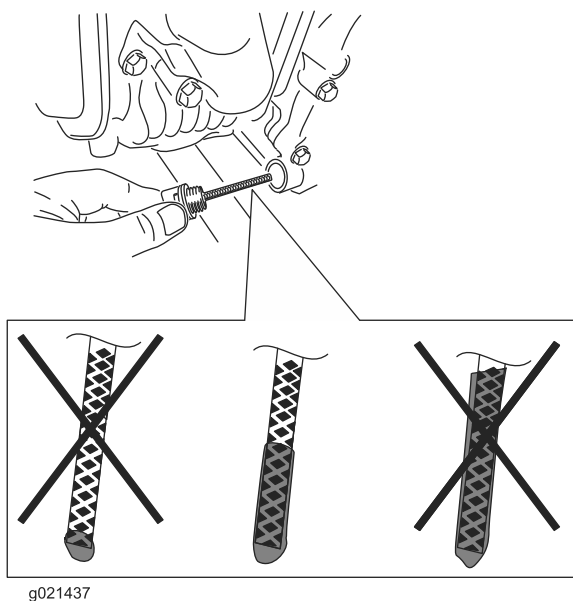

Figure 7
3. Nettoyez la surface autour de la jauge d'huile (Figure 7) pour éviter que des impuretés ne s'introduisent dans le goulot de remplissage, ce qui risquerait d'endommager le moteur.
4. Dévissez la jauge d'huile et essuyez soigneusement l'extrémité (Figure 7).
5. Revissez la jauge complètement dans le goulot de remplissage (Figure 7).